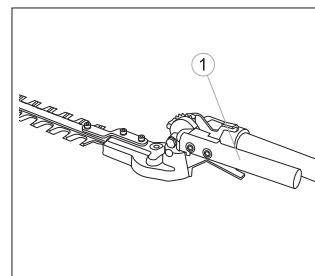

fig. 26
3. Halten Sie die Verriegelung gedrückt und drehen Sie die Schneideeinheit mittels des Einstellhebels, bis sie sich mit dem Schaft ausgleicht (Drehung um 180°) (Abb. 26).